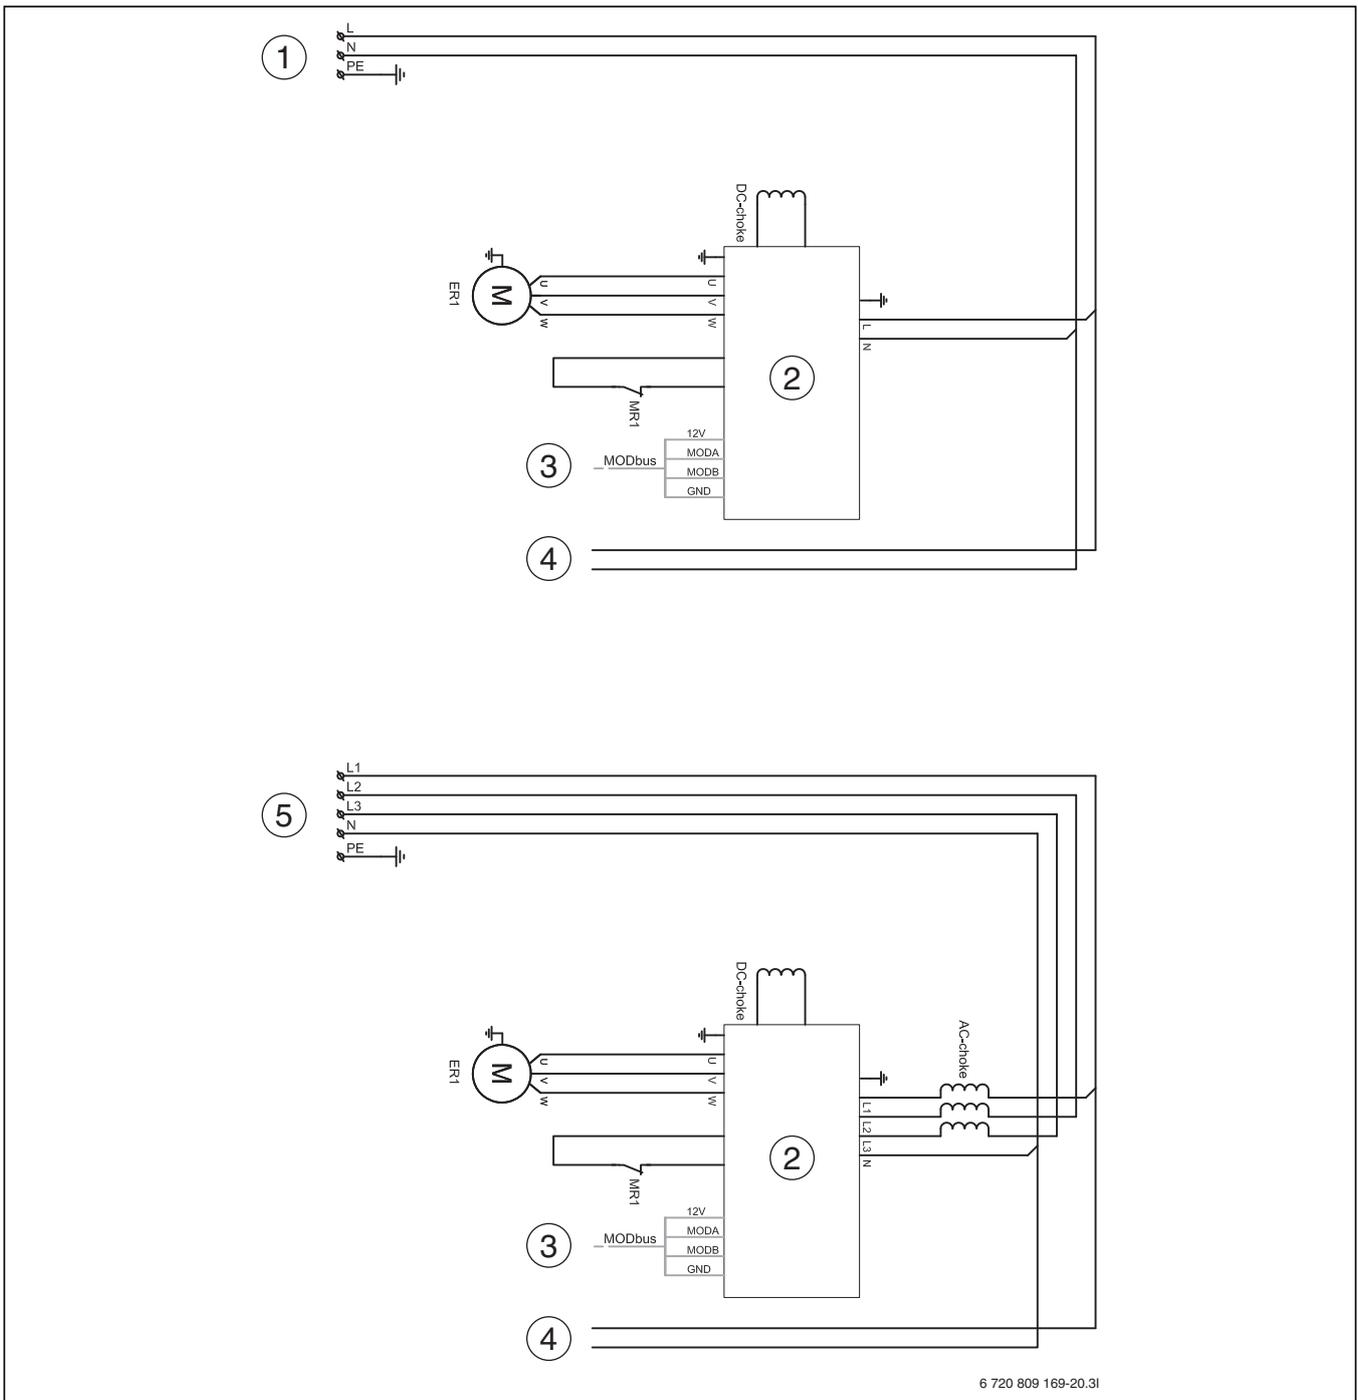

Bild 140 Schaltplan für Inverter
- [1] Betriebsspannung, 230 V~ ([4] Abb. 140)
- [2] Modbus vom Inverter ([3] Abb. 140)